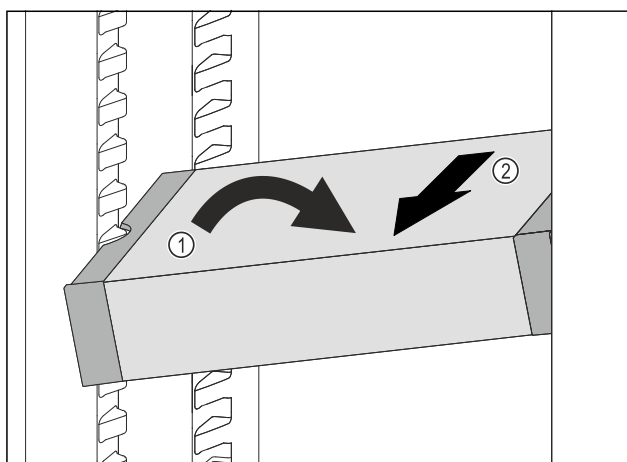

Fig. 189
- VarioSafe in het koelgedeelte schuin zetten. Fig. 189 (1)
- VarioSafe naar voren toe verwijderen. Fig. 189 (2)